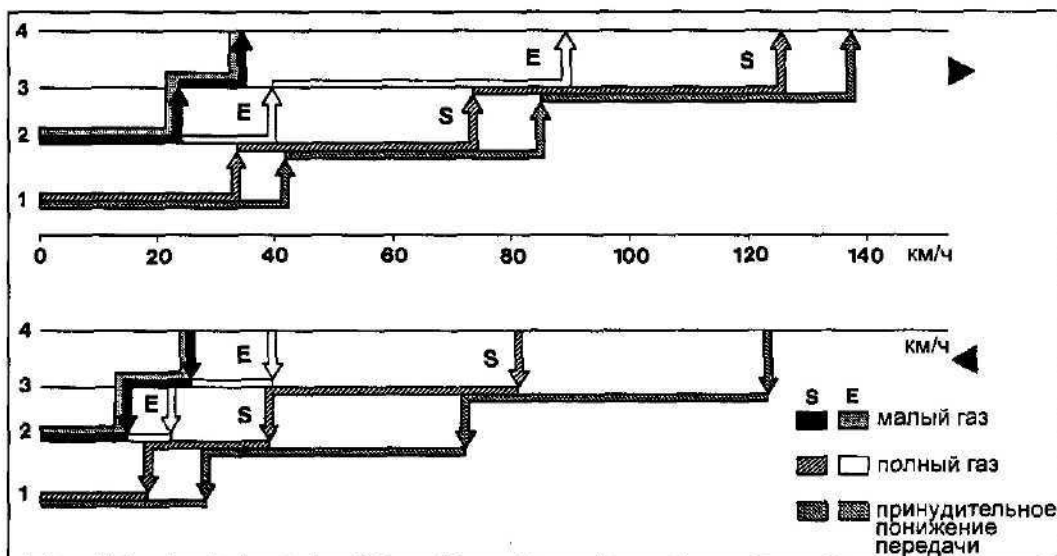
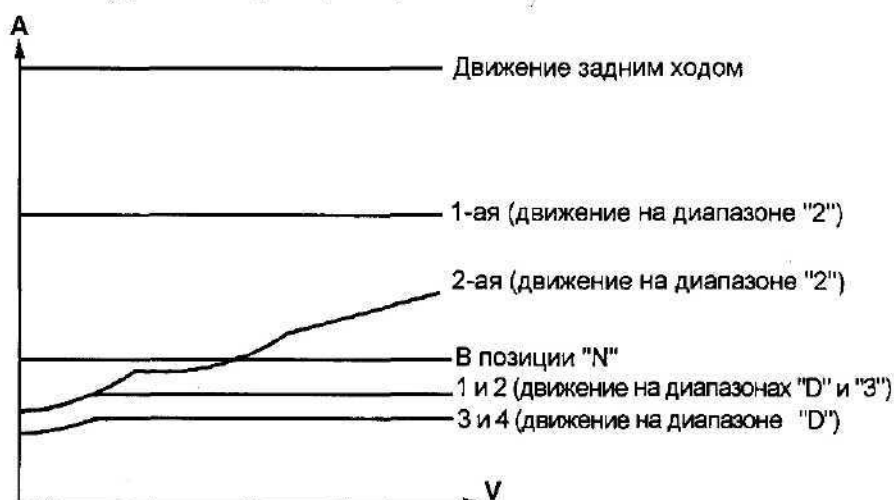

Рис. 4. Примерные диаграммы переключения передач для программ S и E.
Рис. 6. Зависимость рабочего давления (А) от скорости транспортного средства (V).
В систему регулирования рабочего давления (рис. 4 цв.) входят следующие элементы:
- клапан регулировки рабочего давления (26);
- клапан регулировки основного давления (16);
- двухпоточный шариковый клапан (14);
- двухпоточный шариковый клапан (15);
- предохранительный клапан (25);
- обратный клапан (81).
Клапан (26) (рис. 4 цв.) предназначен для регулировки величины рабочего давления, которое изменяется следующим образом:
Клапан (16) (рис. 4 цв.) предназначен для редуцирования основного давления, которое используется для формирования требуемой величины рабочего давления при малых значениях давления модулятора (M2). Оно редуцируется либо из рабочего давления на первой передаче (A1/AR), либо из давления скоростного регулятора (S2/R) и подается в камеру с пружиной клапана (26) вместо давления модулятора.
Рабочее давление на передаче заднего хода (AR) через двухпоточный шариковый клапан (15) подается к клапану регулирования основного давления (16) и далее через кольцевую канавку (e) и двухпоточный шариковый клапан (14) попадает в камеру с пружиной клапана регулирования рабочего давления (26) (рис. 4 цв.). Кроме того, оно попадает в кольцевую канавку (c) клапана регулирования основного давления (16) и давит на его плунжер, стремясь переместить его влево. Этому противодействует пружина. При определенном значении основного давления плунжер начинает перемещаться влево, перекрывая тем самым кольцевую канавку (e) подвода давления (AR) к клапану регулирования рабочего давления (26). Это вызовет падение основного давления и перемещение под воздействием пружины плунжера вправо.
Кольцевая канавка (e) открывается, и основное давление начинает вновь увеличиваться и т.д. Следует отметить, что на передаче заднего хода давление в кольцевую канавку (d) клапана (16) и кольцевые канавки (f) и (m) клапана (26) не подается. Таким образом, на передаче заднего хода обеспечивается максимальное и постоянное рабочее давление (рис. 6).
Формирование рабочего давления осуществляется точно так же, как и на передаче заднего хода (рис. 6), только с некоторыми отличиями:
При увеличении скорости движения автомобиля давление скоростного регулятора поднимается и оно, переключая двухпоточный клапан (14), попадает в камеру с пружиной клапана (26) (рис. 4 цв.). Сила давления скоростного регулятора в кольцевой канавке (с), при отсутствии рабочего давления в кольцевых канавках (е) и (d), перемещает плунжер клапана (16) в крайнее левое положение (положение регулирования). Клапан (26) осуществляет регулировку рабочего давления, реагируя на изменение давления скоростного регулятора в камере с пружиной (рис. 6).
Формирование рабочего давления осуществляется точно так же, как и в предыдущем случае (рис. 6), только с некоторым отличием:
Формирование рабочего давления осуществляется точно так же, как и в предыдущих двух случаях (рис. 6), только с некоторым отличием:
На рисунке 7 приведена диаграмма регулирования рабочего давления при максимальном открытии дроссельной заслонки, т.е. при максимальном давлении модулятора. При уменьшении давления модуляции кривые будут располагаться несколько ниже. Давление модулятора М2 определяется величиной разряжения во впускном коллекторе двигателя. Это давление попадает в кольцевую канавку (f) двумя способами: через двухпоточный шариковый клапан (14) и жиклер (b) (рис. 4 цв.).
Давление системы смазки (SR) формируется в клапане (26), регулирующим рабочее давление, и имеет небольшую величину. Из этого клапана поток масла попадает в гидротрансформатор и затем через радиатор коробки передач подается в картер коробки передач (рис. 6 цв.). Через специальные каналы и сверления в картере коробки передач, валах и зубчатых колесах оно поступает ко всем трущимся элементам для их смазки и охлаждения. Такая циркуляция масла в системе смазки обеспечивает температуру автоматической коробки передач в допустимых пределах.
На 4-ой передаче (прямая передача, на которой вся коробка заблокирована), ленточный тормоз B2 не используется и давление в камеру с пружиной переключающего клапана (35) не поступает (рис. 6 цв.). В этом случае давление в системе смазки, действующее на верхнюю торцевую поверхность поршня переключающего клапана (35), отжимает его, и часть масляного потока системы смазки сбрасывается обратно во всасывающую магистраль основного насоса. Это сделано потому, что для смазки заблокированной коробки передач требуется гораздо меньшее количество масла.